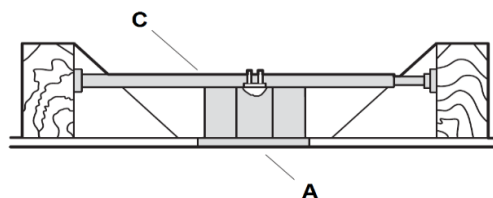

Fig. 5
Para colgar su ventilador donde ya existe una luminaria pero no hay una viga de techo, es posible que necesite instalar una barra de colgado (C) como se ilustra en la **Fig. 5**. Asegúrese de que la barra de colgado que compre se haya diseñado para utilizarse con ventiladores de techo.